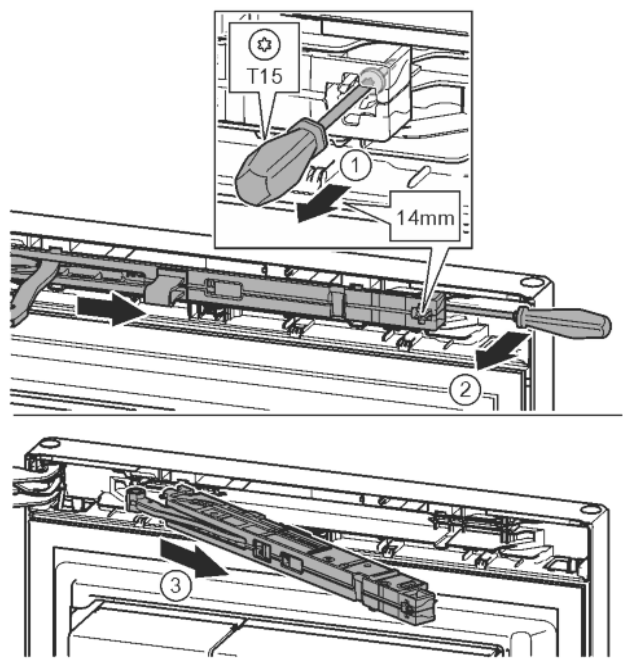

Fig. 10
- Ослабить винт на узле амортизатора с помощью отвёртки T15 примерно на 14 мм. Fig. 10 (1)
- Отвёрткой со стороны ручки переместиться за узел амортизатора и повернуть вперед. Fig. 10 (2)
- Извлечь узел амортизатора. Fig. 10 (3)